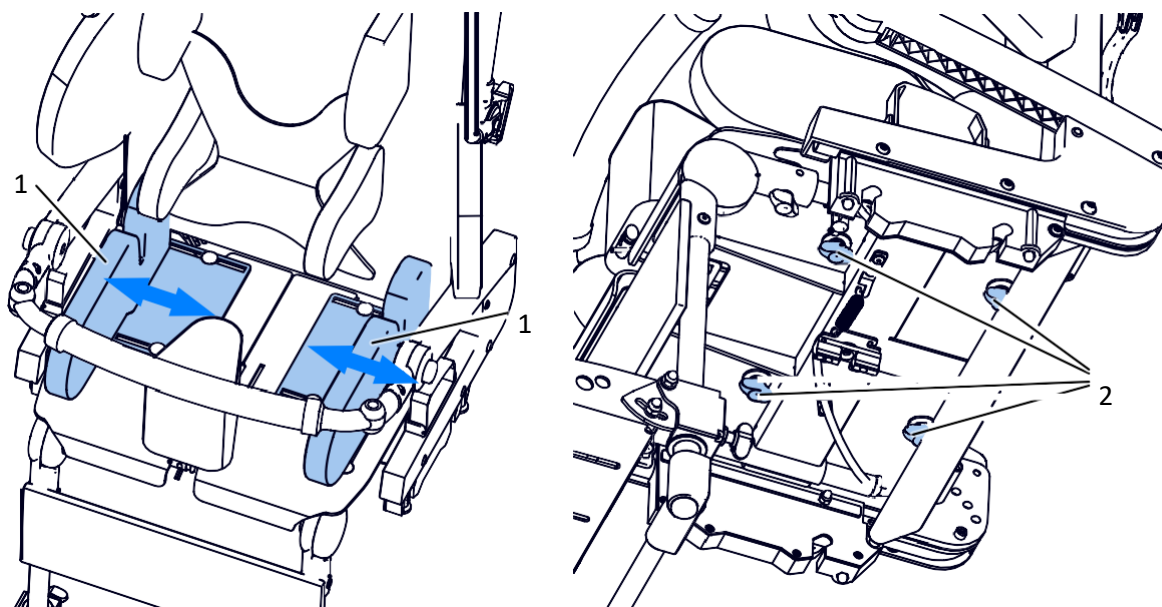

Fig. 20
Per regolare la posizione degli stabilizzatori pelvici (1), allentare le manopole (2) sotto il sedile Fig. 20, quindi posizionare gli stabilizzatori pelvici (1) nella posizione desiderata e serrare le manopole (2), bloccando la possibilità del loro movimento. La posizione degli stabilizzatori destro e sinistro è indipendente, e può essere regolata separatamente.